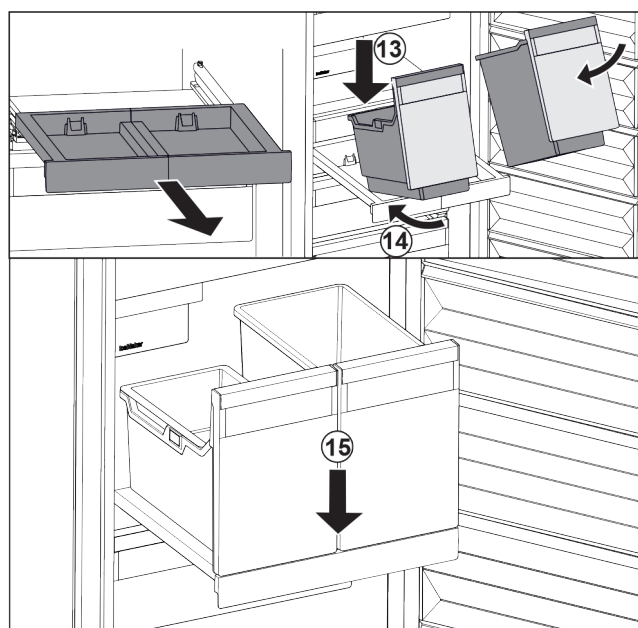

Fig. 105
- ▶ Asetage anum kaldu väljatõmbetahvlile. Fig. 105 (13)
- ▶ Lükake anumad kaldu tahapoole sisse. Fig. 105 (14)
- ▶ Pange anum ees maha. Fig. 105 (15)